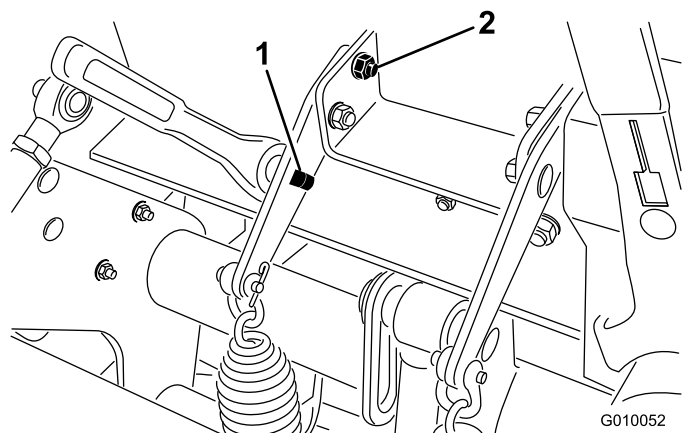

Figura 38
2. Introduzca una llave de carraca de 1/2 pulgada en el taladro cuadrado del soporte del muelle (Figura 38).